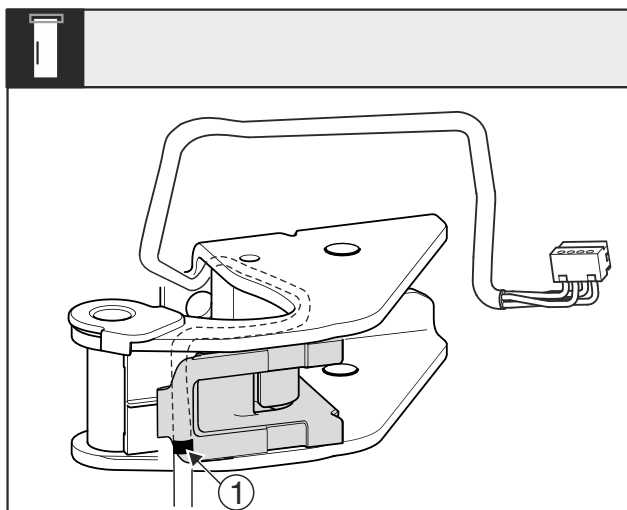

Fig. 28
- ▷ Den midterste markering Fig. 28 (1) skal da ligge på kanten af kabelholderen.